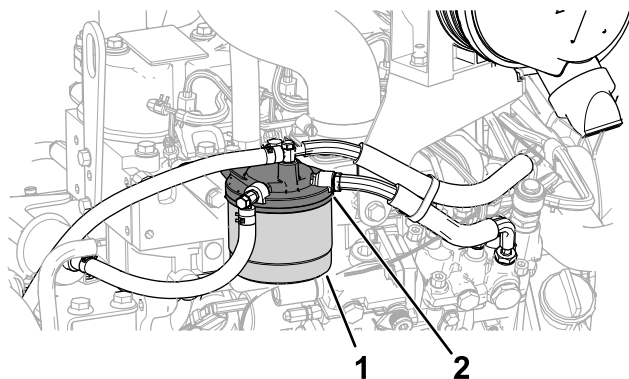

Bild 60
1. Reinigen Sie den Bereich um den Kraftstofffilterkopf (Bild 60).
2. Entfernen Sie den Filter und reinigen die Kontaktfläche (**Bild 60**).